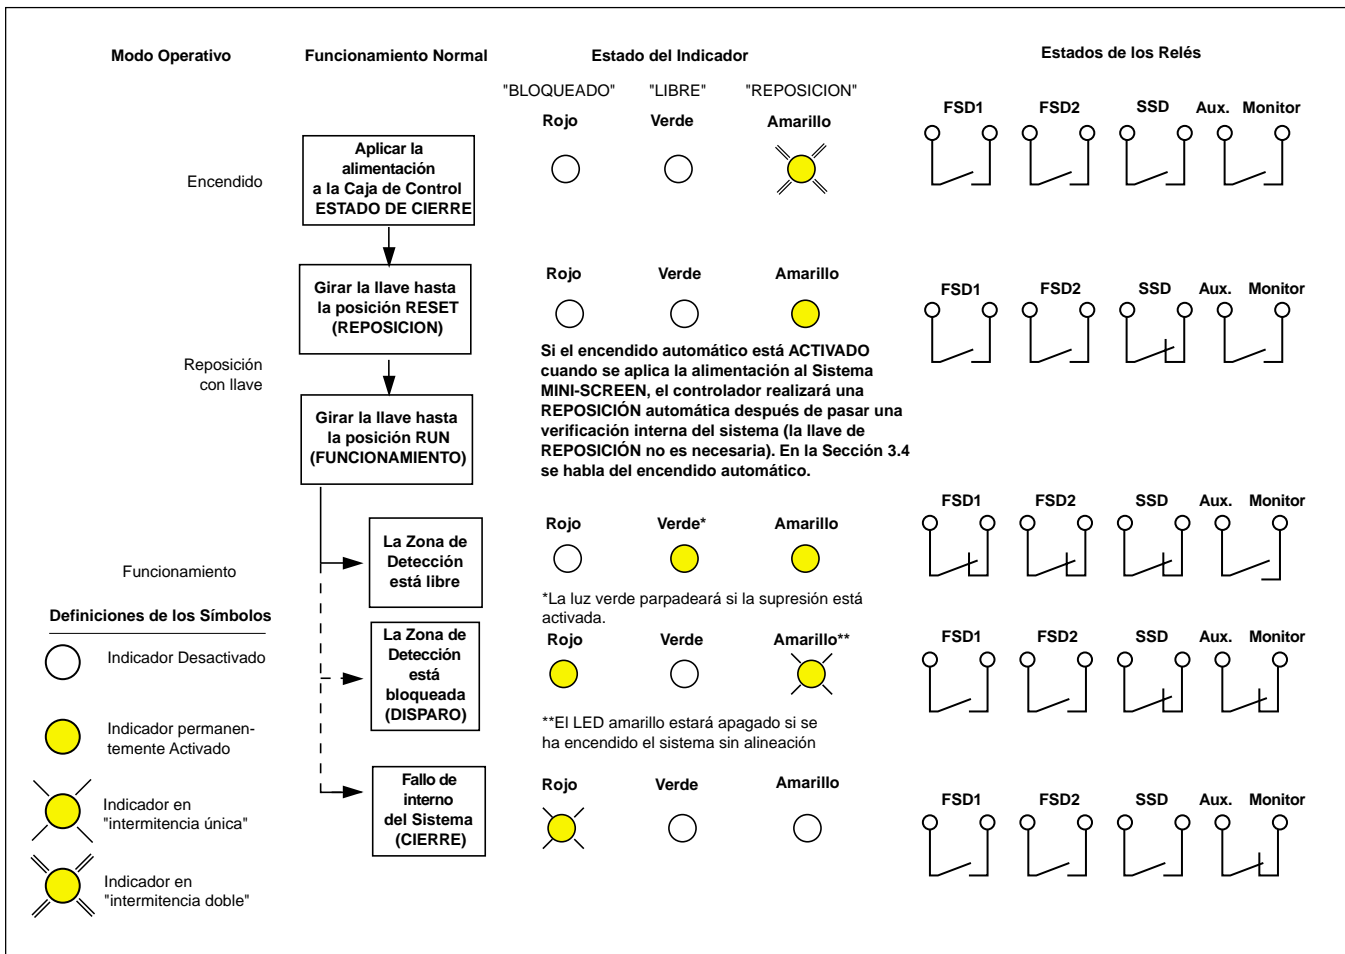

Fig. 42 Condiciones de Estado Operativo
- 1) Después de la potenciación del Sistema MINI-SCREEN (a menos de que Auto Power-up esté activado; ver Fig. 42),
- 2) Si se interrumpe la potencia AC o DC al Sistema MINI-SCREEN (a menos de que Auto Power-up esté activado; ver Fig. 42),
Una condición de cierre resultante de un fallo de sistema interno se indica mediante un LED indicador de estado rojo parpadeante en la unidad de controlador y de receptor. Los LEDs verde y amarillo estarán apagados. Ver Fig. 42.